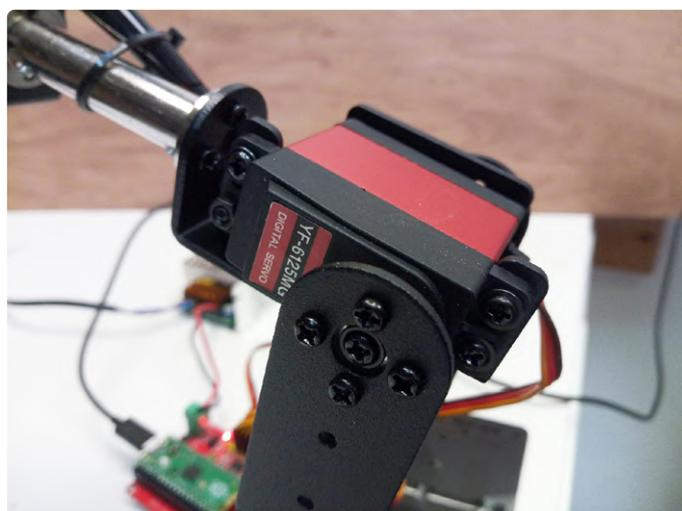

Bild 5. Die YF-6125MG-Servos sind leistungsstark und sollten den Großteil des Gewichts des Arms tragen.
- › Verwenden Sie zuerst die beiden roten YF-6125MG-Servos (**Bild 5**). Mein Bausatz enthielt drei davon (einen als Ersatz), aber in der Anleitung und im Video werden sie überall verwendet. Diese Servos sind die stärksten und können das meiste Gewicht tragen – sie sollten daher am unteren Teil des Arms angebracht werden.